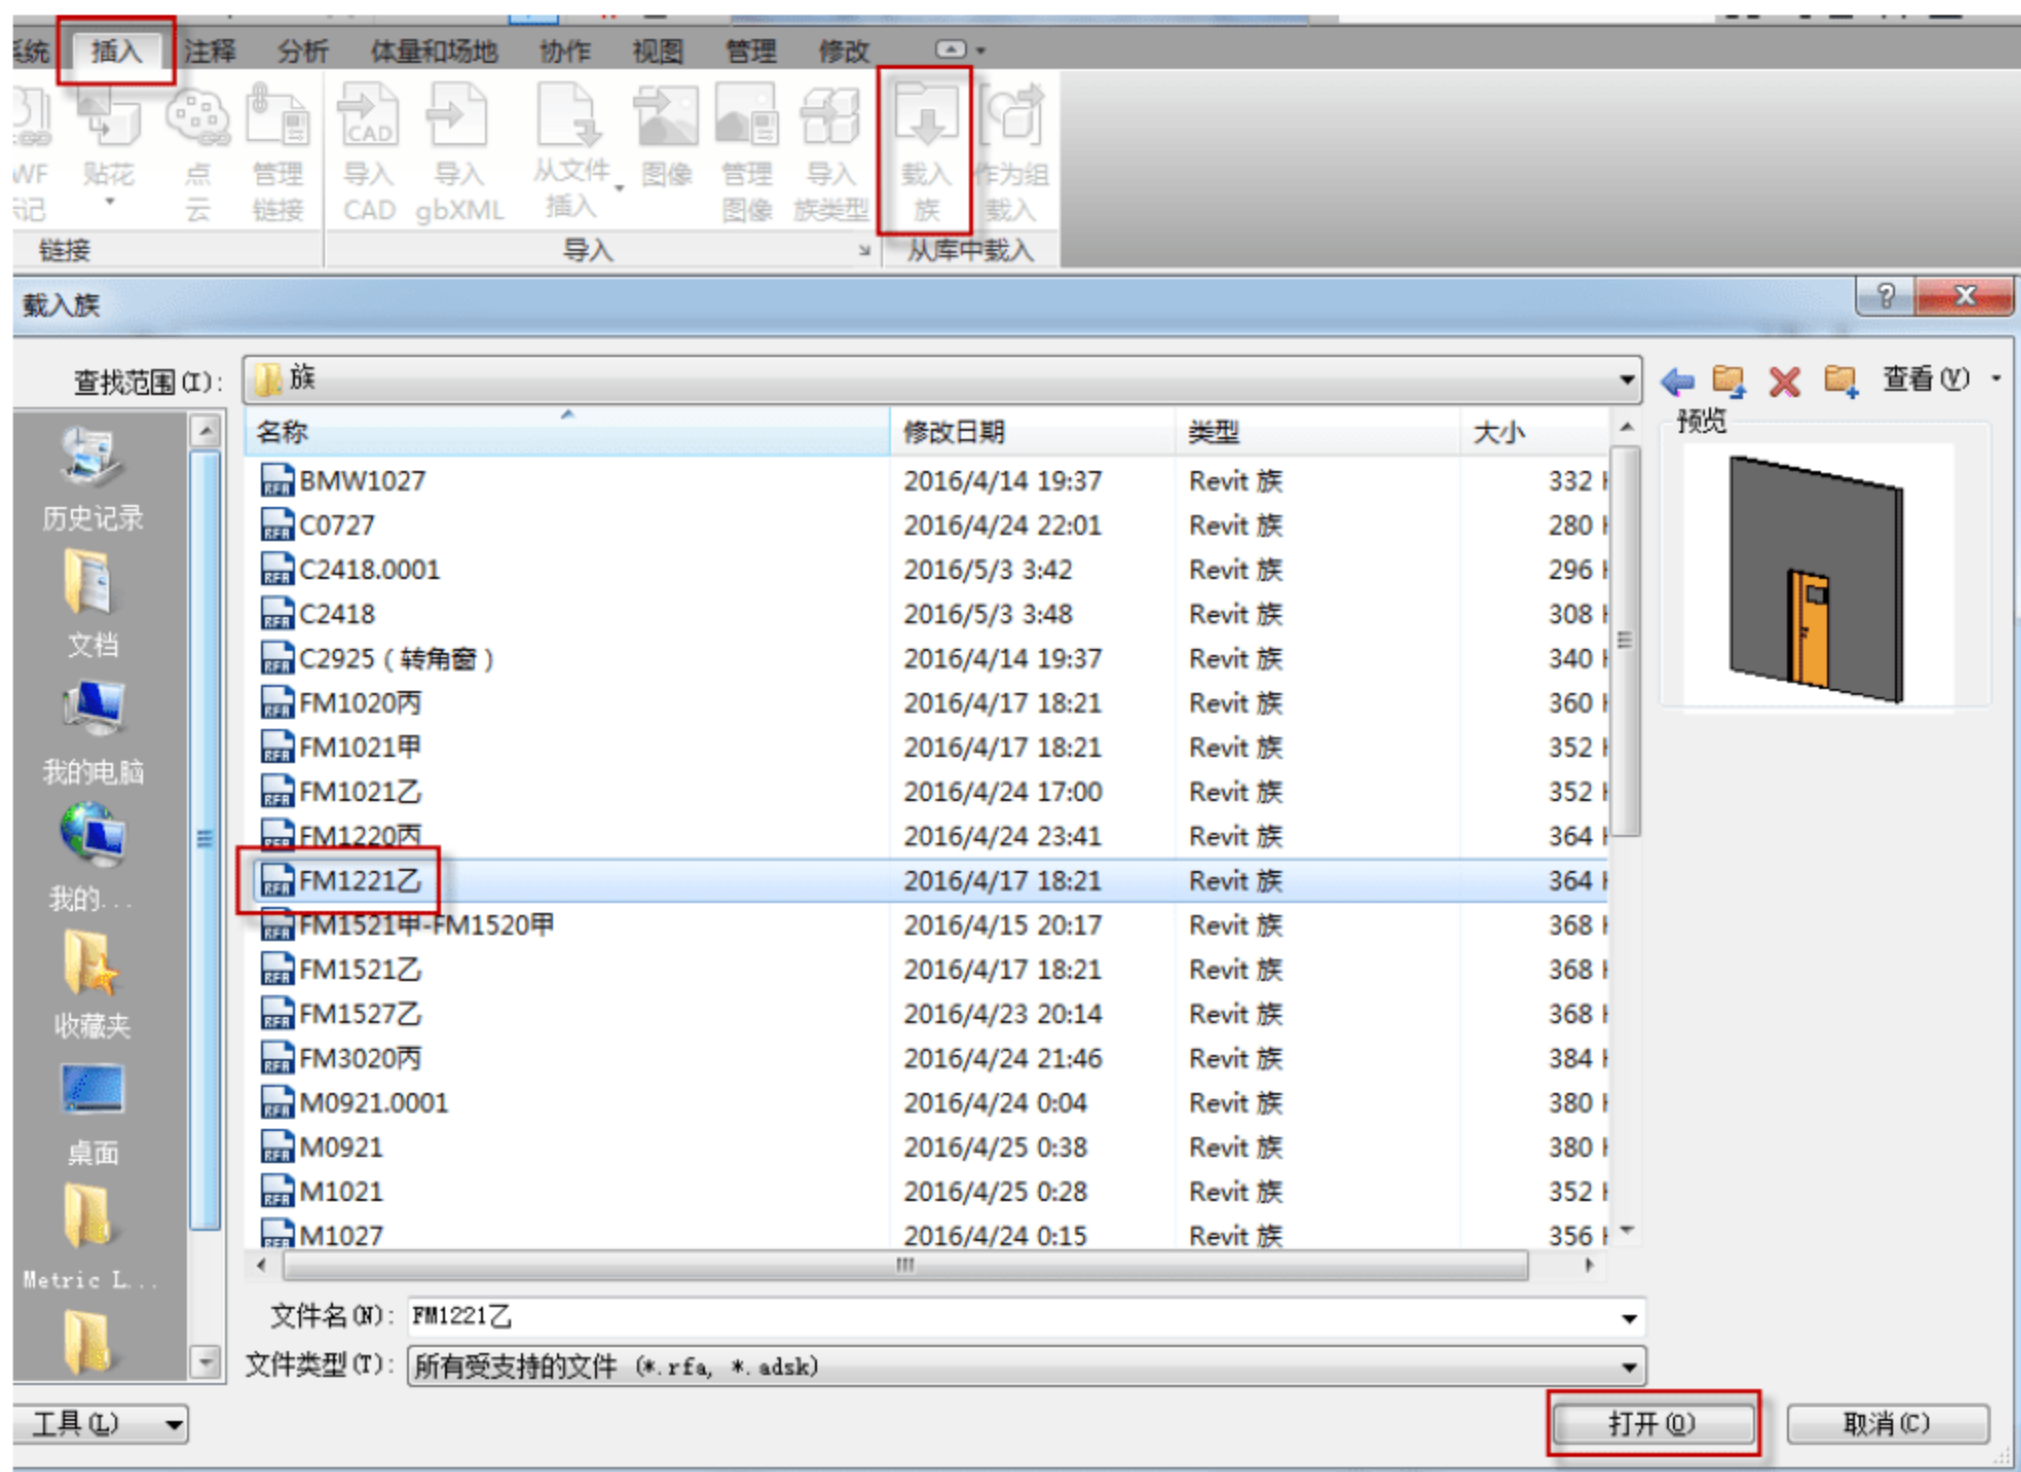

图 9.3.20 载入“FM1221 乙”族文件
(15) 载入“FM1221 乙”族文件。选择“插入”→“载入族”命令，在弹出的“载入族”对话框中，找到前面建立的门族“FM1221 乙”，然后单击“打开”按钮，如图 9.3.20 所示。